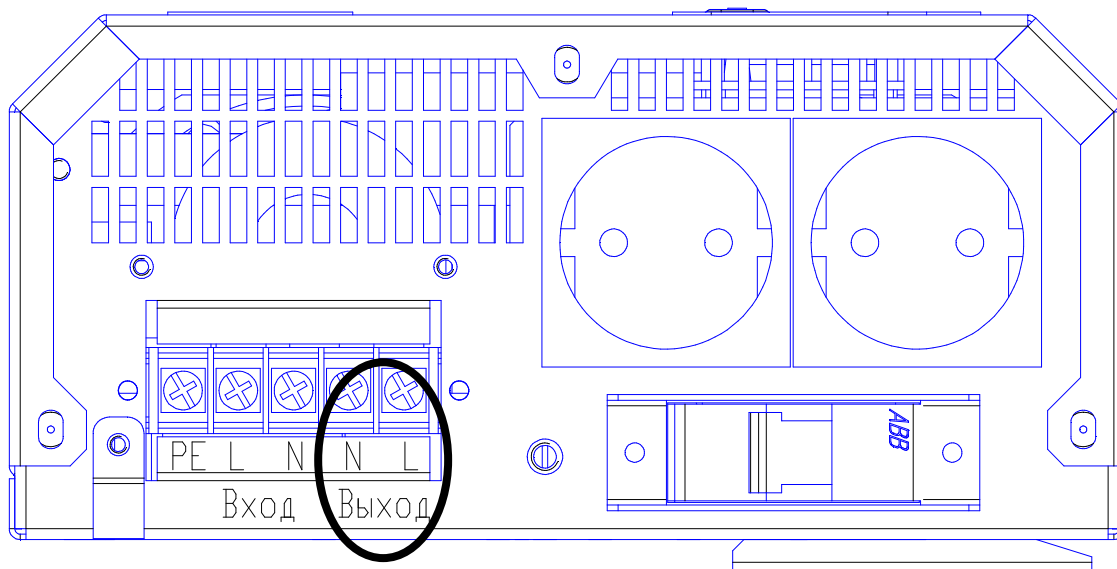

Рисунок 3.3 – Стабилизатор ИнСтаб 3500.
9.2) для модели **ИнСтаб 3500** к розеткам «Выход ~220В», расположенным на боковой панели стабилизатора, а так же к клеммной колодке «Выход N-L» (см. рисунок 3.3).